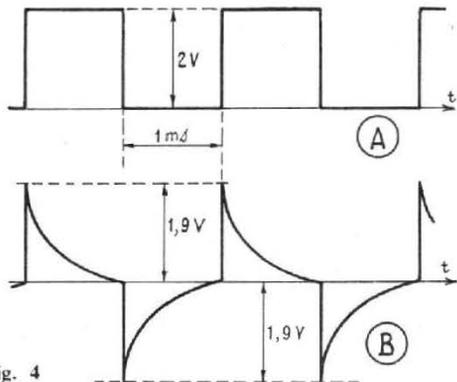

Fig. 4
ce qui donne finalement $C = 10 \text{ nF}$ ou $10\,000 \text{ pF}$. Si $r = 500 \Omega$, $R = 9\,500 \Omega$ et $C = 10 \text{ nF}$, la tension de sortie remplira les conditions exigées : le maximum de e_s sera $E_s = 0,95 E$ et les paliers présenteront des descentes et des montées pratiquement complètes. La figure 4 résume les résultats obtenus en supposant par exemple $E_e = 2 \text{ V}$ donc $E_s = 1,9 \text{ V}$ pour une alternance.
Exemple 2. La tension d'entrée est toujours de $E = 2 \text{ V}$ et à la forme de la figure 2 (B). Sa fréquence est 1 000 Hz et $r = 500 \Omega$. On désire à la sortie un maximum de e_s égal à $E_s = 0,95 E = 1,9 \text{ V}$ crête. Remarquons que si la forme de e_s est comme celle de la figure 4 (B) la tension crête à crête